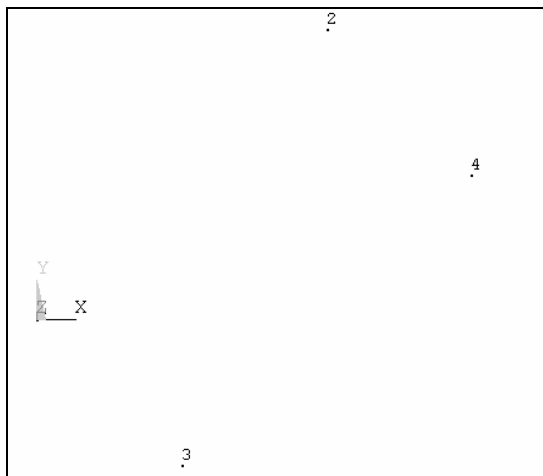

图 3-131 四个关键点
(9) 依次选择 Main Menu>Preprocessor>Modeling>Create>Keypoints>In Active CS，弹出“Create Keypoints in Active Coordinate System”窗口，在“X, Y, Z Location in active CS”后的三个方框中依次输入“0”、“0”、“0”，单击“Apply”按钮。继续在“X, Y, Z Location in active CS”后的三个方框中依次输入“0.1”、“0.1”、“0”，单击“Apply”按钮。依次在“X, Y, Z Location in active CS”后的三个方框中输入“0.05”、“-0.05”、“0”，然后单击“Apply”按钮。再在“X, Y, Z Location in active CS”后的三个方框中依次输入“0.15”、“0.05”、“0”，然后单击“OK”按钮，图形界面中出现四个关键点（见图 3-131）。